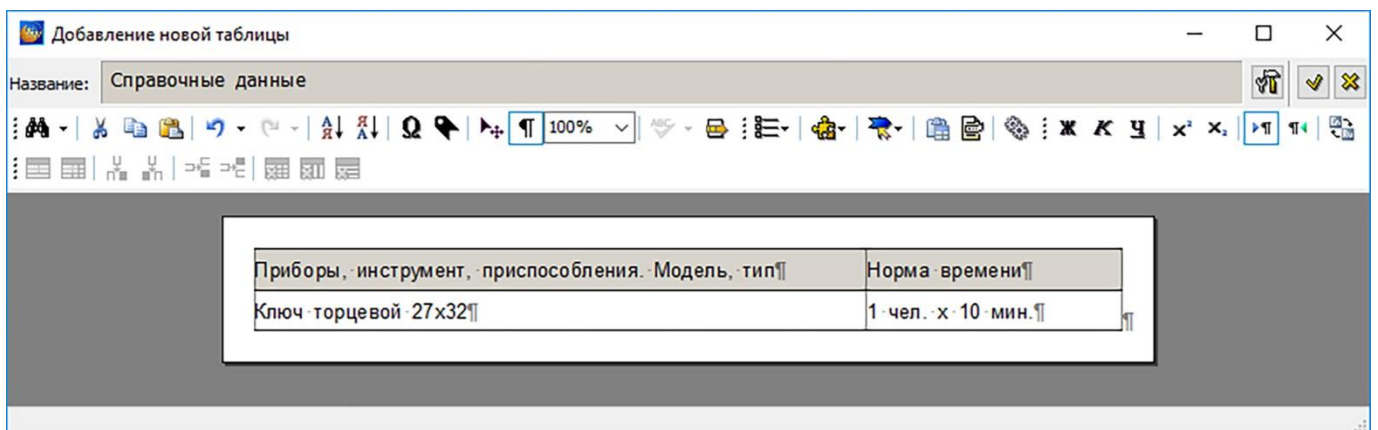

Рисунок 406
8) Введите данные в ячейки таблицы (рисунок 406).